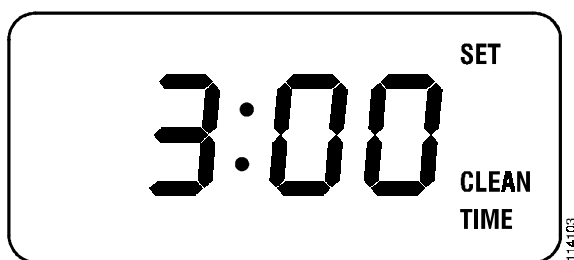

Figure 13.
8. Si vous désirez changer la durée du nettoyage afin qu'elle soit autre que 3 heures, appuyez sur le bouton **Cook Time**. Un bip se fera entendre et l'écran affichera SET-CLEAN-TIME sur le côté droit (voir Figure 13). La durée programmée est de 3 heures, cependant, elle peut varier de 2 heures 30 minutes à 4 heures, selon que le four soit peu sale ou très sale. Optez pour: